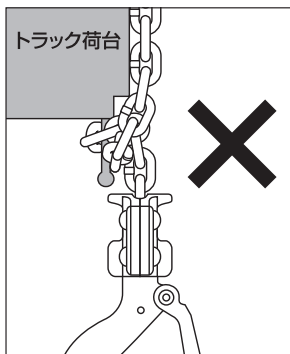

図11
- (35) トラックのロープフック部等に直接ロードチェーンを掛けないでください。図11
- (36) トラックのロープフック部等にフックを掛け荷締めしたとき、フックの首部に負担（首折れになります）がかかる掛け方はしないでください。（フックに横曲げの力が加わる方法で使用しないこと）